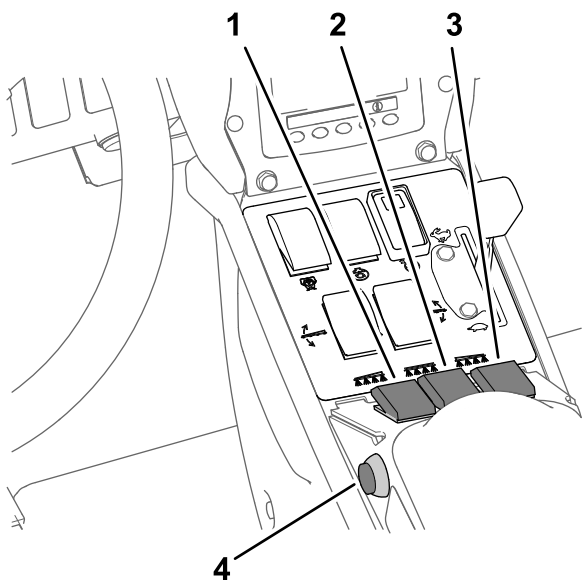

Figura 29
7. Ponga los interruptores de sección de fumigación en la posición de ACTIVADO (Figura 29).
10. Conduzca a la velocidad deseada y luego ponga el interruptor maestro en la posición de ACTIVADO para empezar a fumigar (Figura 29).
3. Ponga el interruptor maestro en la posición de DESACTIVADO; consulte Figura 29, en Fumigación en el modo de caudal de aplicación (página 34).
7. Ponga los interruptores individuales de las secciones que desea utilizar en la posición de ACTIVADO; consulte Figura 29 en Fumigación en el modo de caudal de aplicación (página 34).
9. Conduzca a la velocidad deseada y luego ponga el interruptor maestro en la posición de ACTIVADO para empezar a fumigar; consulte Figura 29, en Fumigación en el modo de caudal de aplicación (página 34).